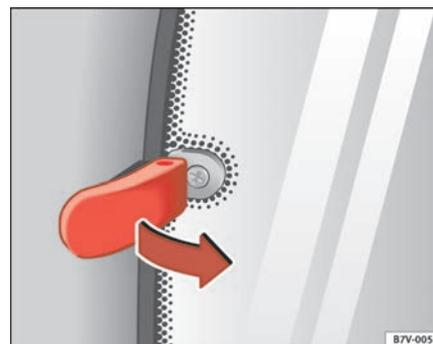

Fig. 65 Palanca de bloqueo de las ventanillas deflectoras mecánicas
- Tire de la palanca de bloqueo ⇒ fig. 65 hacia delante en la dirección de la flecha y, al mismo tiempo, empújela hacia fuera hasta que encastre.